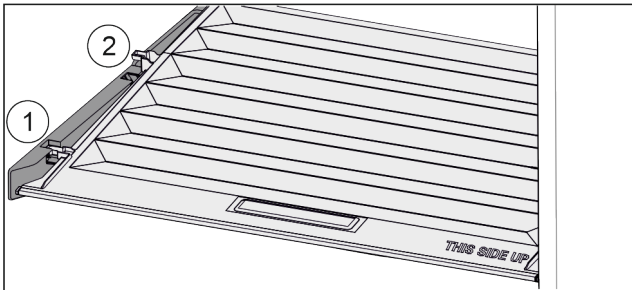

Fig. 50
- ▶ Издърпайте напред Fig. 50 (1) капака до отвора в задържащите части.
- ▶ Повдигнете го отзад отдолу и отстранете Fig. 50 (2) нагоре.